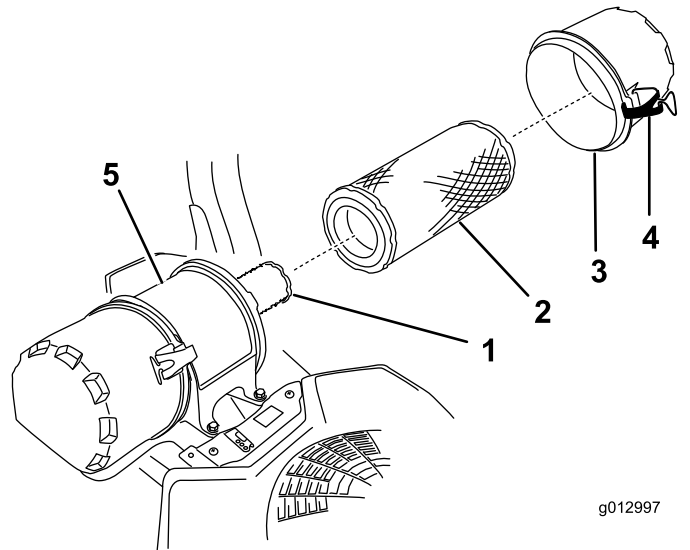

Figure 64
- Ouvrez les dispositifs de verrouillage du filtre à air et détachez le couvercle du boîtier du filtre (Figure 64).
- Sortez le préfiltre du boîtier du filtre avec précaution (Figure 64).
2. Si vous remplacez l'élément intérieur, insérez-le avec précaution dans le boîtier du filtre (Figure 64).
3. Placez ensuite le préfiltre sur l'élément de sécurité avec le même soin (Figure 64).
4. Remettez en place et verrouillez le couvercle du filtre à air (Figure 64).